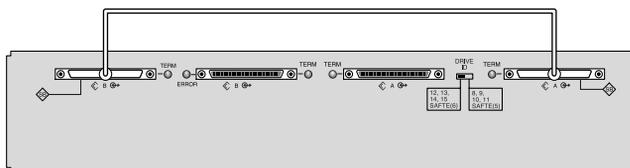

図 4-8 シングルバス JBOD のケーブル配線
2. 図 4-8、図 4-9、または図 4-10 に示すように、SCSI ケーブルで JBOD アレイをホストサーバに接続します。